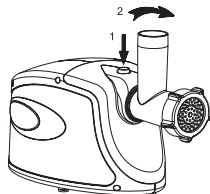

Figura 04
7.Colocar a tampa do funil (01) limpa sob o conjunto moedor para receber a carne moída que irá sair do moedor.
8.Se houver qualquer tipo de bloqueio (entupimento) durante o funcionamento, o usuário deverá pressionar o botão LIGA/DESLIGA (19) rapidamente e soltá-lo imediatamente. Deixar o aparelho girar no sentido horário. Em seguida, pressionar o botão LIGA/DESLIGA (19) para travá-lo novamente. Se o bloqueio persistir, repetir a operação até que desapareça o bloqueio. Depois de moer a carne, retirar o plugue (23) da tomada elétrica.
9. Desmontar o conjunto do suporte do eixo moedor (12): pressionar o botão destravar (18) com o polegar da mão esquerda (conforme seta 1 da figura 04), girar o conjunto do suporte do eixo moedor (12) no sentido horário com a mão direita e, então, retirá-lo.